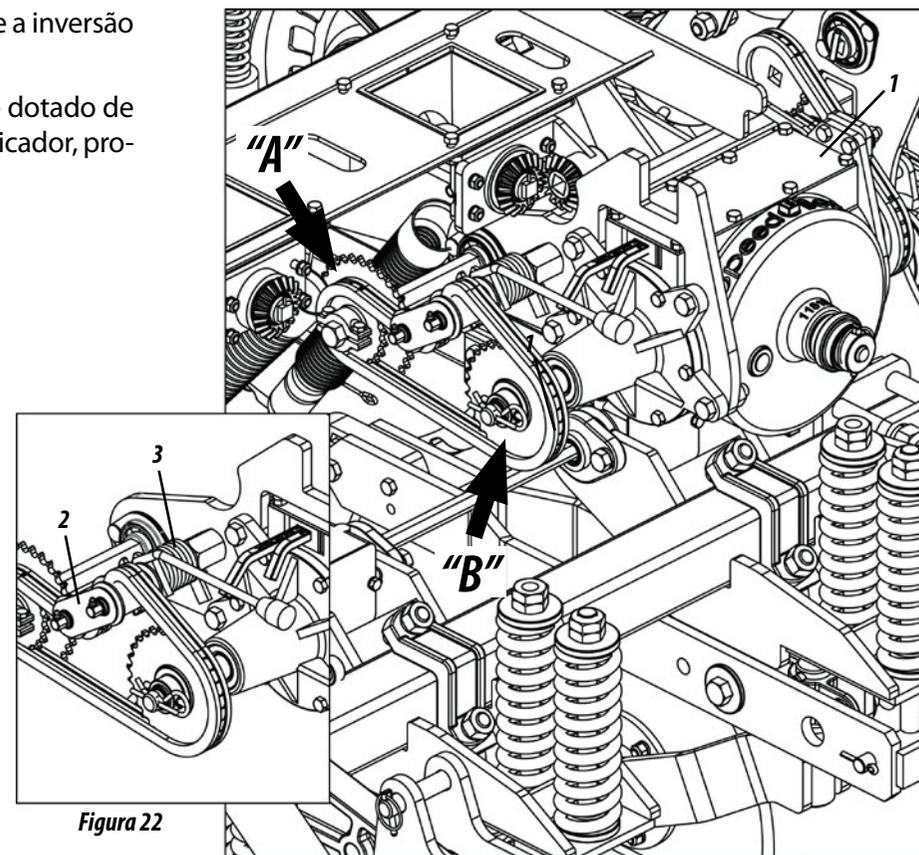

Figura 22
## REGULAGEM PARA DISTRIBUIÇÃO DE SEMENTES ( FIGURA 22 )
- 1- A regulagem da semente é feita através da *Speed Box* (1). Para obter mais regulagens efetue a inversão da corrente nas engrenagens motora "A" e movida "B", conforme mostra a figura 22.